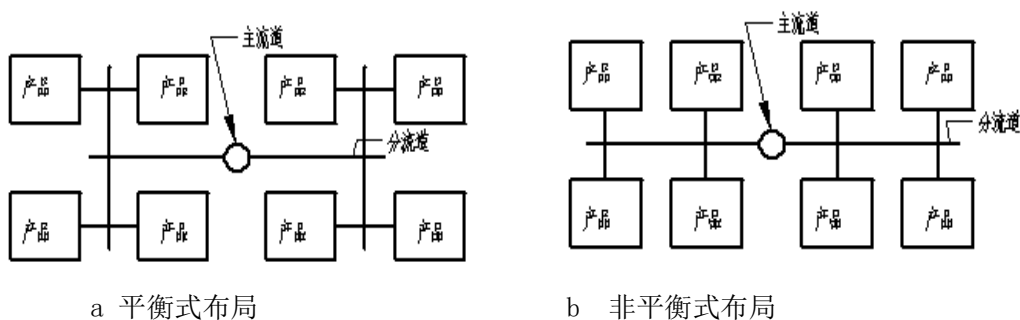

图 6-5 平衡式与非平衡式
1). 优先使用平衡式进浇，塑料流动前沿到达每个型腔的距离相等，如图 6-5 (a)。
当采用非平衡式进浇时，如图 6-5 (b)，应调整流道或浇口的大小尽量使流道达到平衡（可通过模流分析中的流道平衡分析获取设计参数）。